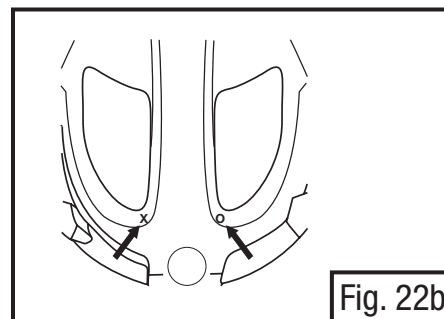

Fig. 22b
**Nota:** Sólo en la Serie M-100, las marcas “X” y “O” en el interior del armazón del casco usado para asistir en la instalación de los insertos para cabeza del protector facial también pueden utilizarse como un indicador para la conexión de la orejera. Iguale la marca en el montaje con la marca correspondiente en el armazón M-100 (i.e. iguale “X” con “X”). Ver la Fig. 22b. No hay marcas “X” u “O” en el interior del casco M-300.